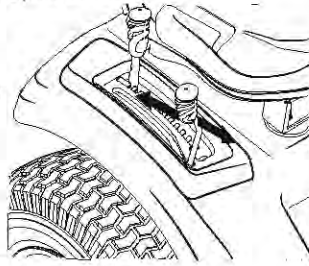

Figure 30
2. Poussez le levier vers l'avant pour embrayer la prise de force. Voir Figure 30.